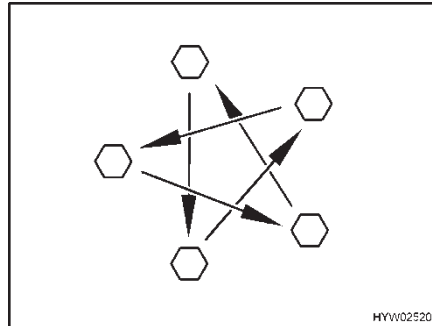

Fig. 196 Serrer en croix les écrous ou les boulons de roue
- Vérifier régulièrement le serrage des écrous ou des boulons de roues. Resserrer tous les écrous ou les boulons de roue 50 km après le changement d'une roue (Fig. 196).
- Si des jantes neuves ou repeintes sont utilisées, alors resserrer les écrous ou les boulons de roue une fois de plus après env. 1 000 à 5 000 km (Fig. 196).
- ▷ Serrer en croix les écrous ou les boulons de roue (Fig. 196).